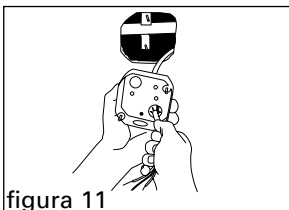

figura 11
8. **¡Asegurese que la energía eléctrica este apagada!** Hale los cables hacia debajo a través del hueco en la plancha de estuco y empuje a través del conector de encima de la caja de empalme (figura 11).